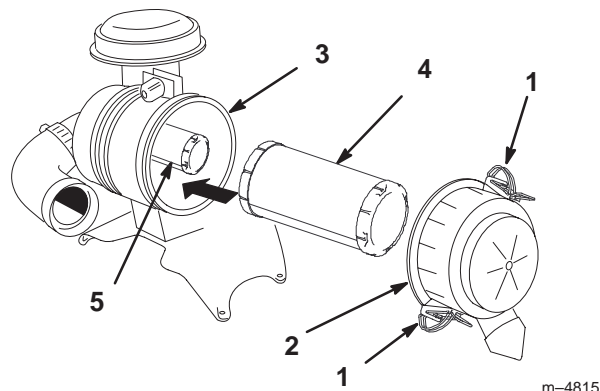

Figure 36
3. Ouvrez les dispositifs de verrouillage du filtre et ôtez le couvercle du corps du filtre (Fig. 36).
5. Sortez l'élément primaire du corps du filtre avec précaution (Fig. 36). Évitez de cogner l'élément à l'intérieur du corps. N'enlevez pas l'élément de sécurité, sauf si vous voulez le remplacer également.
2. Si vous remplacez l'élément de sécurité, insérez-le avec précaution dans le corps du filtre (Fig. 36).
3. Installez ensuite l'élément primaire sur l'élément de sécurité avec les mêmes précautions (Fig. 36). Assurez-vous qu'il est bien engagé en appuyant sur le rebord extérieur de l'élément que vous installez.
4. Reposez le couvercle, le côté portant l'inscription **UP** étant tourné vers le haut, et verrouillez les fixations (Fig. 36).